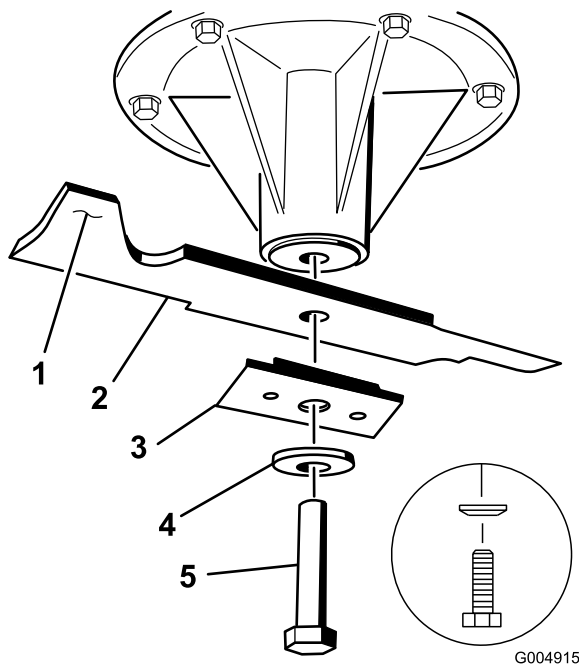

Figura 49
2. Togliete il bullone della lama, la rondella curva, il rinforzo della lama e quest'ultima dall'asse del fusello (Figura 49).
1. Montate la lama sull'asse del fusello (Figura 49).
Importante: Perché tagli correttamente, la costa della lama deve essere rivolta in alto, verso l'interno del tosaerba (Figura 49).
2. Montate la lama, il rinforzo, la rondella curva e il bullone della lama (Figura 49).